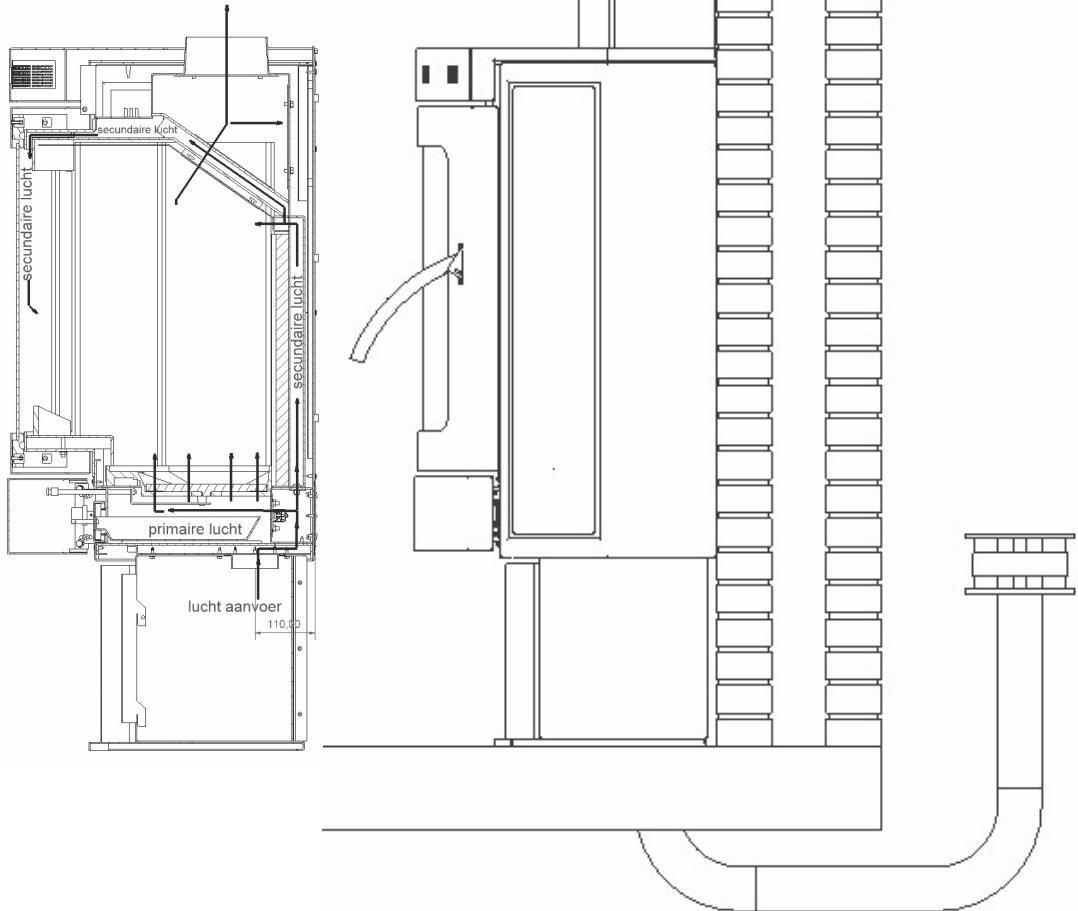

Fig 3
L'air de combustion peut entrer par le dos ou par le dessous du poêle. (fig. 3,4)
- Faites un trou d'approvisionnement en l'air (voir fig. 3,4,5 pour les dimensions).
- Faites un trou d'approvisionnement en l'air (voir fig. 3,4,8 pour les dimensions).